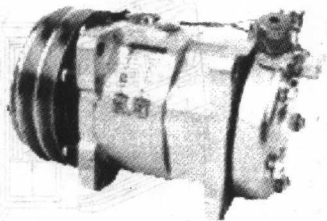

图 1—2 压缩机外形
2. 空调压缩机(见图 1—2)
3. 冷凝器(见图 1—3)